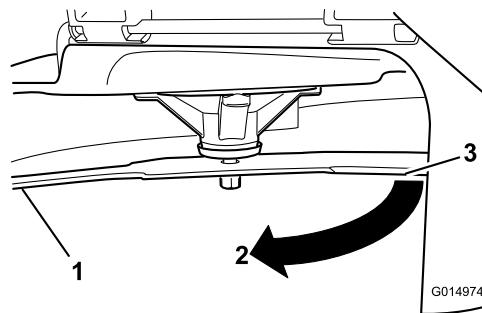

Bild 67
3. Zwischen Messer und Oberfläche gemessener Abstand (A)
4. Drehen Sie dasselbe Messer um 180 Grad, sodass die andere Schnittkante jetzt in derselben Stellung ist (Bild 67).